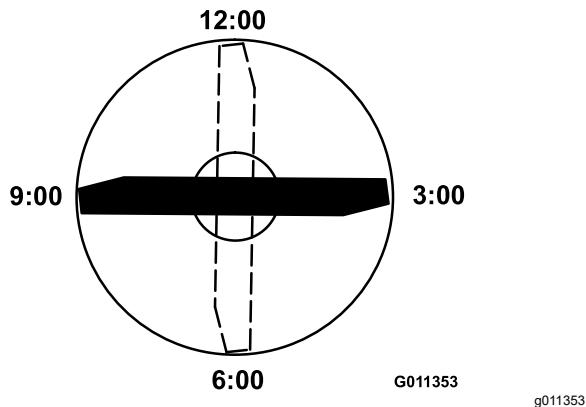

Figura 95
4. Posicione a extremidade de corte da extremidade marcada da lâmina nas 12 horas (a direito na direção do corte) (Figura 95) e meça a altura da mesa à extremidade de corte da lâmina.
5. Rode a extremidade marcada da lâmina para as posições das 3 horas e das 9 horas (Figura 95) e meça as alturas.